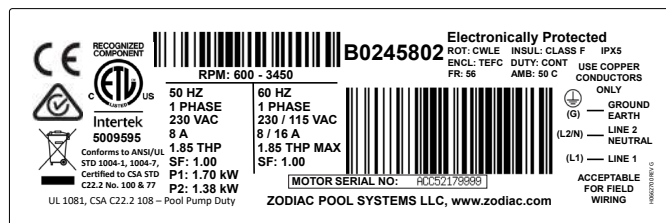

Figure 12. Signalétique du moteur
1. Veuillez vous référer à l'étiquette signalétique du moteur pour trouver le numéro de série du moteur. Un exemple est illustré à la Fig. 12.